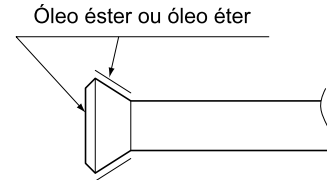

Fig. 17
- Ao ligar a porca de alargamento, revista a secção de alargamento (interna e externamente) com óleo éster ou óleo éter, rode três ou quatro vezes e, depois, aparafuse. **(Consulte a Fig. 17)**